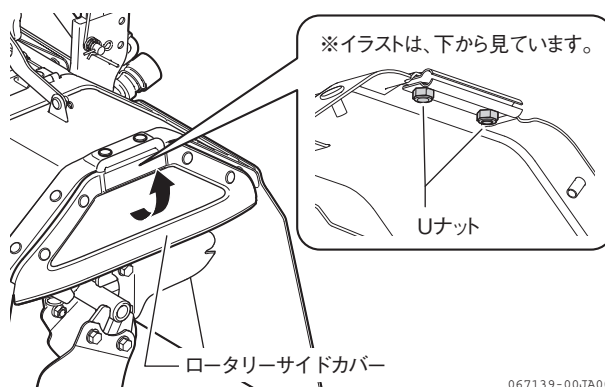

図 3-9 ロータリーサイドカバー
1. ロータリーサイドカバーを手で動かし開きます。(図 3-9)